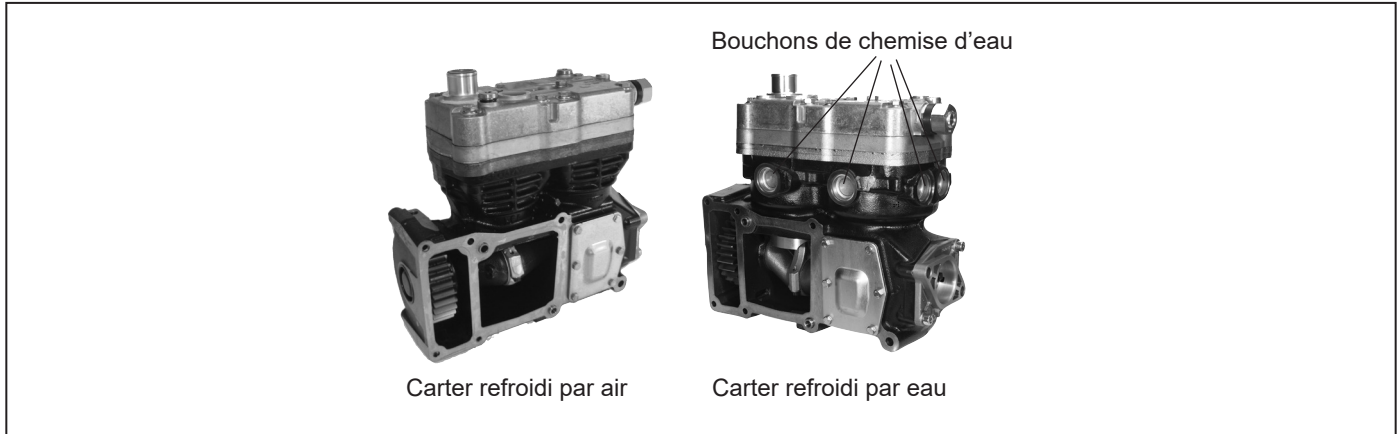

Figure 1 – Carters Bendix® 720cc pouvant être refroidis par eau ou par air
Remarque : Le kit de joints de compresseur a été développé pour soutenir la maintenance de plus d'un modèle de compresseur. Cette fiche d'instructions d'installation prend en charge les modèles de compresseur de style Bendix® 720cc (DLU) illustrés à la figure 1. La principale différence entre les deux types de compresseurs est de déterminer si le carter est refroidi par eau ou par air. Le carter refroidi par eau nécessite les joints toriques du carter (H); contrairement à la version refroidie par air. La figure 1 illustre la différence visuelle entre les deux modèles de compresseur.
Placer un chiffon d'atelier propre sur les ouvertures du carter qui exposent l'ensemble engrenage et vilebrequin/bielle (voir figures 1 et 2). Aucune contamination n'est autorisée dans ces zones.